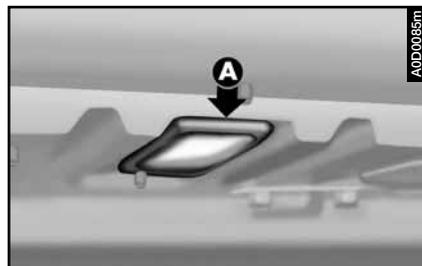

fig. 80
– Enlever le plafonnier en exerçant une pression, à l'aide d'un tournevis, sur le point (A- fig. 80).